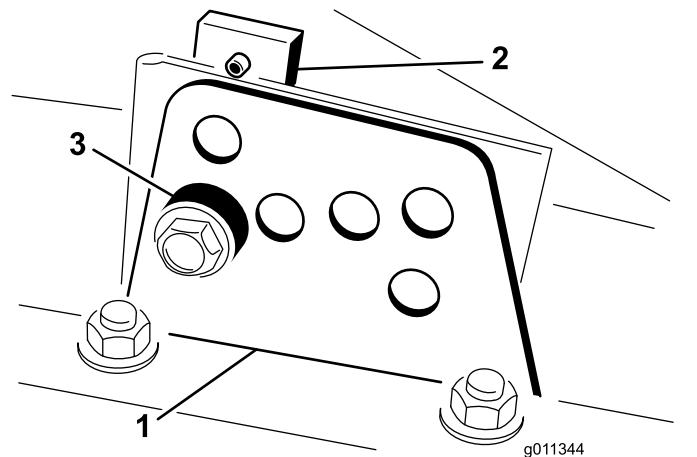

图 3
2. 拧松将各除草高度支架固定至除草高度板的螺栓前面和两侧 (图 3)。
4. 在支撑起切割腔的同时取出隔片 (图 3)。